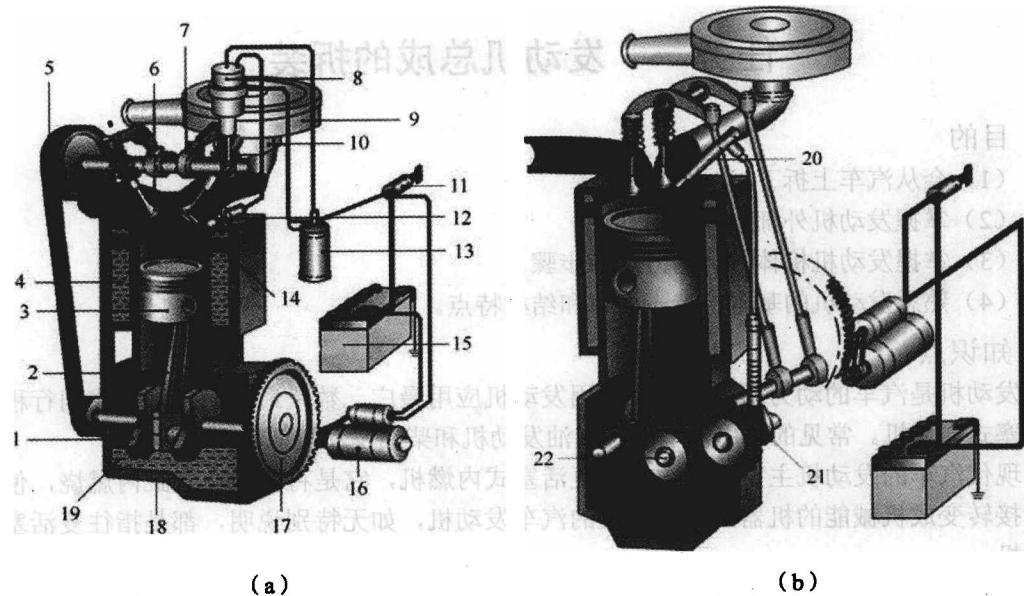
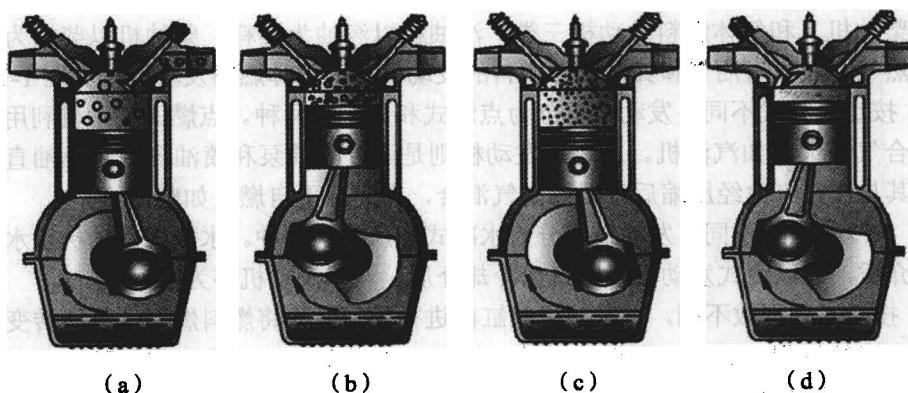

图 1-1 四行程汽油机与柴油机示意图
图 1-2 汽油发动机四个行程
(1) 按活塞运动方式不同，活塞式内燃机可分为往复活塞式和旋转活塞式两种。前者活塞在气缸内作往复直线运动，后者活塞在气缸内作旋转运动。
(2) 按所用的燃料种类不同，发动机主要分为汽油发动机(简称汽油机)、柴油发动机(简称柴油机)和气体燃料发动机三类。汽油机以汽油为燃料，柴油机以柴油为燃料，而使用天然气、液化石油气和其他气体燃料的发动机称为气体燃料发动机，如图1-1所示。
(3) 按点火方式不同，发动机可分为点燃式和压燃式两种。点燃式发动机利用电火花使可燃混合气着火，如汽油机。压燃式发动机则是通过喷油泵和喷油器，将燃油直接喷入气缸，使其与在气缸内经压缩后升温的空气混合，在高温下自燃，如柴油机。
(4) 按冷却方式不同，发动机可分为水冷式和风冷式两种。水冷式发动机以水或冷却液为冷却介质，而风冷式发动机以空气为冷却介质。汽车发动机多为水冷式。
(5) 按活塞行程数不同，在发动机气缸内进行的每一次将燃料燃烧的热能转变成机械能的一系列连续过程(进气、压缩、做功、排气)称发动机的一个工作循环。对于往复活塞式发动机，可以根据每一个工作循环所需的活塞行程数来分类。凡活塞往复四个单程完成一个工作循环的称为四行程发动机；活塞往复两个单程即完成一个工作循环的则称为二行程发动机，汽车发动机多为四行程发动机，如图1-2所示。
(6) 按气缸数不同，发动机只有一个气缸的称单缸发动机，有两个以上气缸的称为多缸发动机。多缸发动机还可根据气缸的具体数目及其排列进一步分类。
(7) 按进气系统是否采用增压方式，发动机可以分为自然吸气式(非增压式)发动机